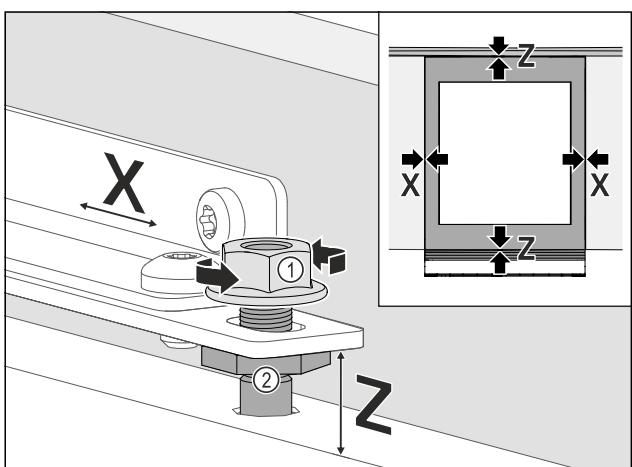

Fig. 94
- Подравнете вратата на шкафа странично: Разхлабете контрагайката Fig. 94 (1), изместете вратата на шкафа в посока X.
- Затегнете контрагайката Fig. 94 (1).
- Подравнете вратата на шкафа по височина Z и по страничен наклон: Настройте настройващия болт Fig. 94 (2).